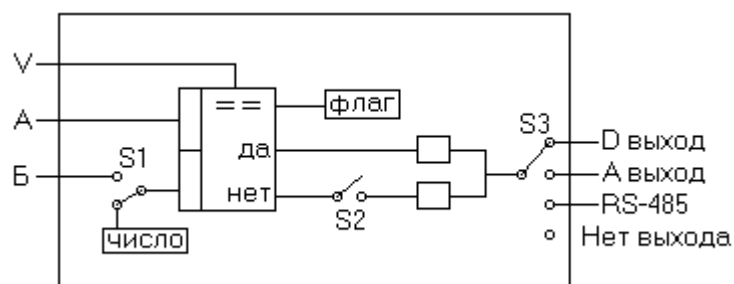

Рисунок 4.9
4.6.10 Условие «Задержка по условию» может использоваться для формирования перепада через определённое время после изменения флага состояния одного из условий. Время задержки **T**, номер отслеживаемого условия **M**, а также состояние выхода указываются при конфигурировании. Данное условие работает только с условиями видов 1...5. Рисунок 4.9 поясняет использование данного условия.